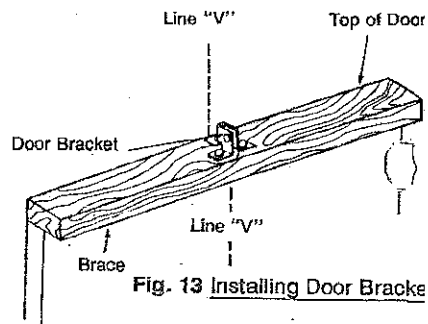

Fig. 13 Installing Door Bracket
5. Install door bracket (Fig. 13).